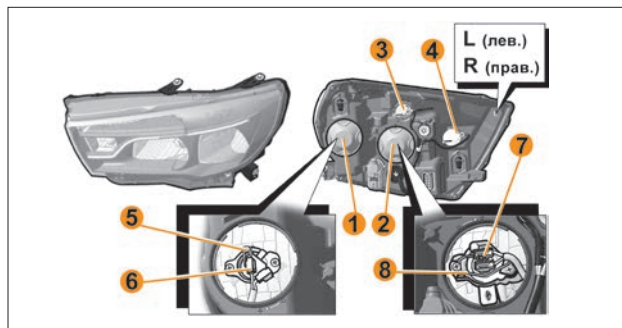

Рис. 11. Блок-фара
– снимите крышку **2** (рис. 11), повернув ее против часовой стрелки;